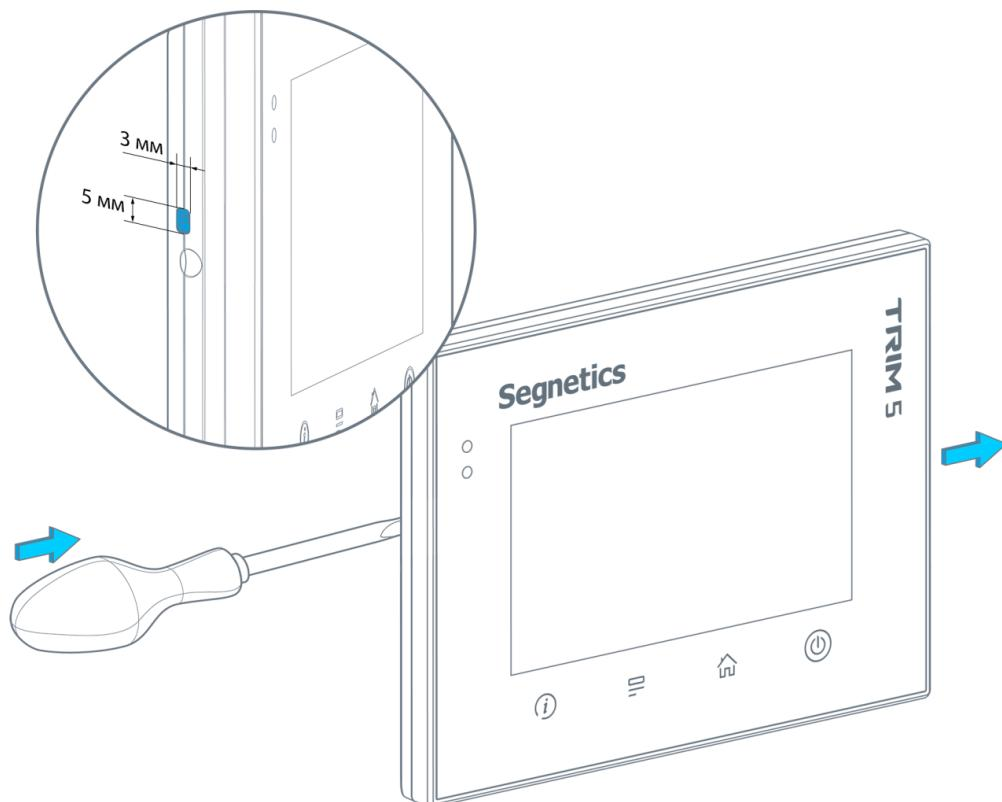

Рис. 24 - Снятие контроллера с кронштейна
1. При помощи шлицевой отвёртки или подобного инструмента отделить кронштейн от контроллера. Для этого необходимо положить контроллер лицевой стороной вниз на плоскую поверхность. Установить отвёртку в отверстие на задней части контроллера и надавить до упора, после чего сдвинуть кронштейн в сторону отвёртки. (*см. рисунок 24*).